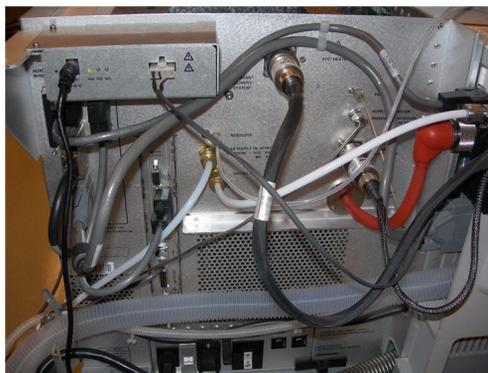

Figura 22 Conexiones del cable de la fuente multimodo
- 5 Conecte los cables de la PCA de control y alto voltaje, los cables de alto voltaje del APCI y los cables del calentador del vaporizador. El conector del calentador del APCI, el conector de alto voltaje del APCI y el conector de la PCA de control y alto voltaje se sitúan en el lateral izquierdo del chasis del instrumento. Consulte Figura 22.